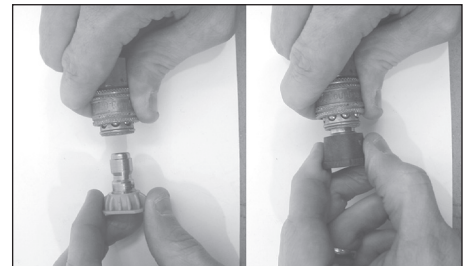

Figure 15 - Buse à raccordement rapide
7. Installez la buse à raccordement rapide (voir la figure 15).